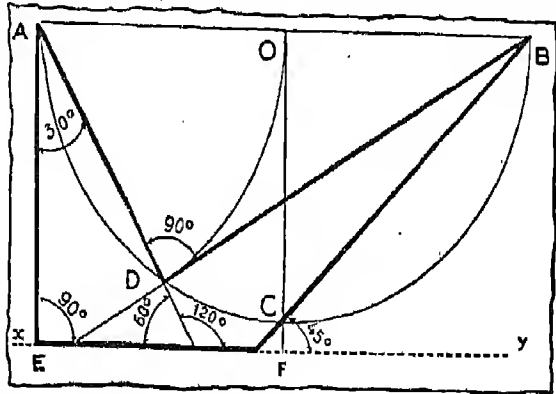

Fig. 27.
5. Exécuter le tracé de la lame d'une équerre d'onglet (fig. 27) sur une plaque de tôle (épaisseur 2 mm, longueur 110 mm, largeur 60 mm).